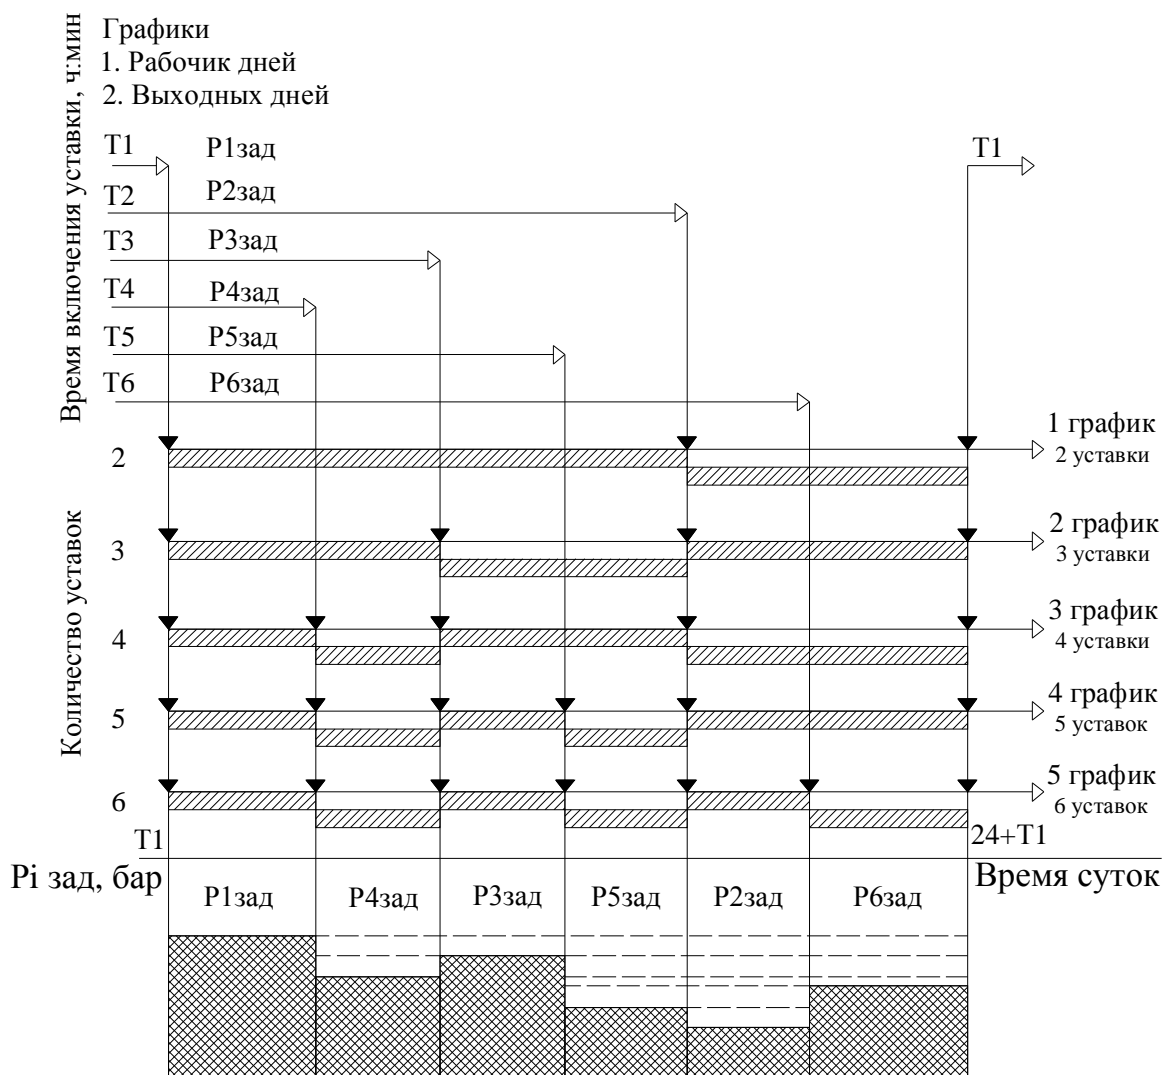

Рис. 5.1. Формирование суточных графиков уставок
5.1.2. «Графики» - работа комплекса регулирования по поддержанию заданных уставок согласно запрограммированному временному графику. Графики определены зависимостью последовательности исполнительных уставок (Рзад) от времени их включения. Формирование графиков уставок представлено на рис. 5.1.
Для минимизации затрат оператора на программирование графиков и повышении функциональности их реализации комплекс регулирования обеспечивает задание количества уставок для каждого дня недели. Программирование количества уставок осуществляется для 4-недельного цикла. Принцип формирования графиков в зависимости от количества уставок представлен на рис. 5.1.
(рис. 5.1.). Комплекс регулирования подключает заданные уставки по порядковому номеру от 1 до 6 в пределах их заданного количества.
При программировании количества уставок 3 для другого дня недели система управления обеспечит включение уставки P3 между уставками P1 и P2. Для рис. 5.1 - выполнение графика 2.